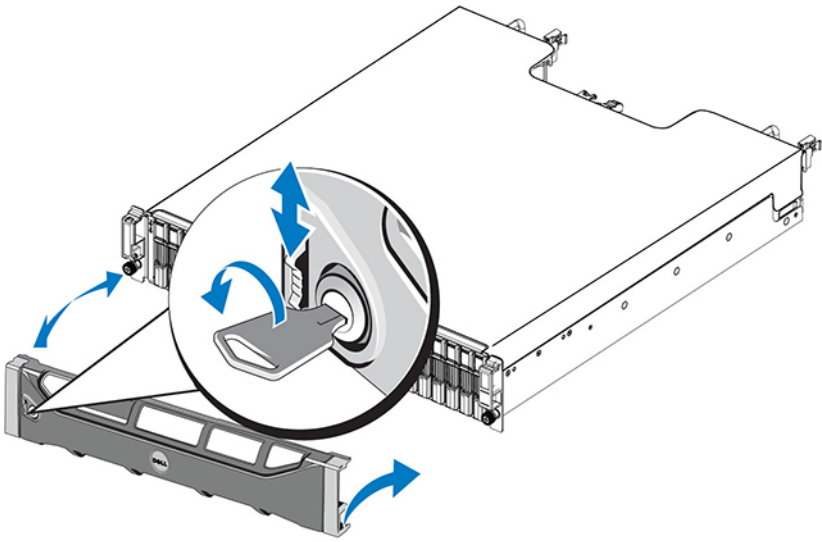

Figure 5. Installation du cadre
4. À l'aide de la clé fournie, verrouillez le cadre. Rangez ensuite le clé en lieu sûr, tel qu'illustré dans la Figure 5.